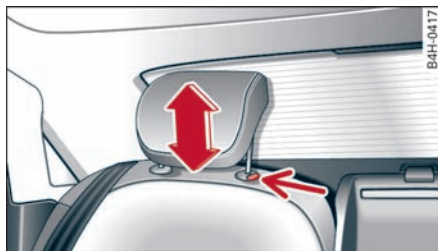

图 63 后座外侧座椅：调节头枕
- ▶ 要将头枕向下调节时,请按按钮 - 小箭头 - ⇨ 图 63 并将头枕完全向下按。